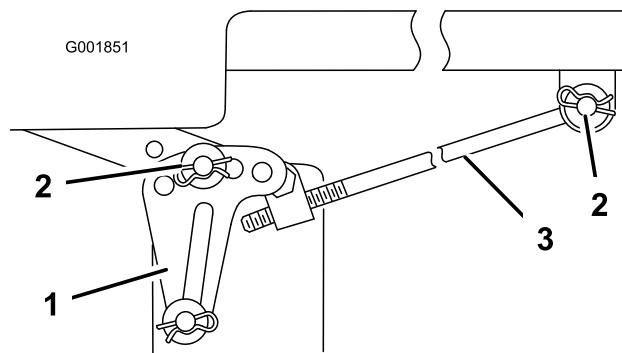

Figure 57
Remarque: Avant de déposer le plateau de coupe, notez les trous de fixation des pattes de mise à niveau (Figure 57).
5. Retirez la goupille fendue et la rondelle de la tige de réglage (Figure 57) de chaque côté du plateau de coupe.
6. Retirez la goupille fendue et la rondelle des pattes de mise à niveau (Figure 57) de chaque côté du plateau de coupe. Notez le trou de montage de la patte de mise à niveau en prévision de la repose. Dégagiez les pattes de l'axe de montage
6. Fixez la tige de réglage à la machine à l'aide de la rondelle et de la goupille fendue (Figure 57) de chaque côté du plateau de coupe.
7. Glissez les pattes de mise à niveau sur les axes de montage et fixez-les à l'aide des rondelles et des goupilles fendues (Figure 57).